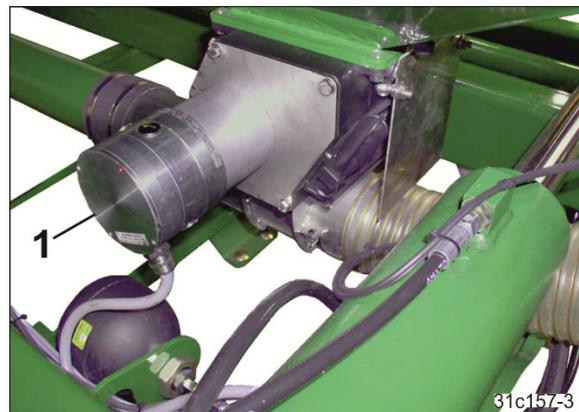

Fig. 7
- Electric gear motor EA423 (Fig. 7/1)